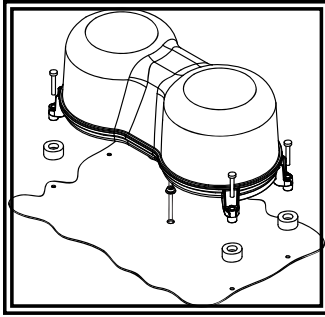

Figure 1
2. En vous aidant de la base de la mini-barre, marquez les quatre emplacements des trois orifices de montage (voir Figure 1).
4. Un quatrième trou peut être percé pour l'accès du fil comme indiqué à la Figure 1, et les fils peuvent être acheminés par l'ocillet.